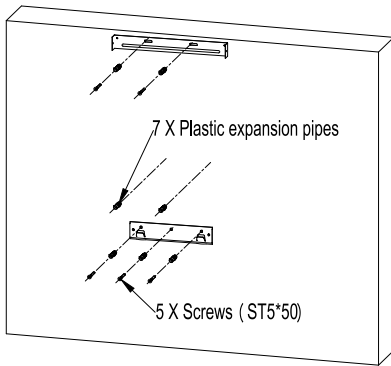

Рисунок 4
2. Установите на стене кронштейн для крепления вытяжки с помощью 3 ST5x50 мм. См. Рис.4.